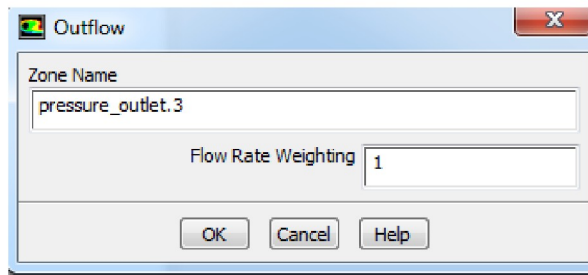

Рисунок 79 – Меню настройки границы *pressure_outlet.3*
b. Установить параметры для границы, имеющей наименование *pressure_outlet.3* (рисунок 79):